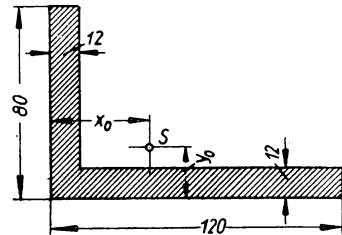

Bild 71
**210.** Für den skizzierten ungleichschenkligen Winkelstahl  $80 \cdot 120 \cdot 12$  (Bild 71) sind die Koordinaten  $x_0$  und  $y_0$  des Schwerpunktes zu berechnen.